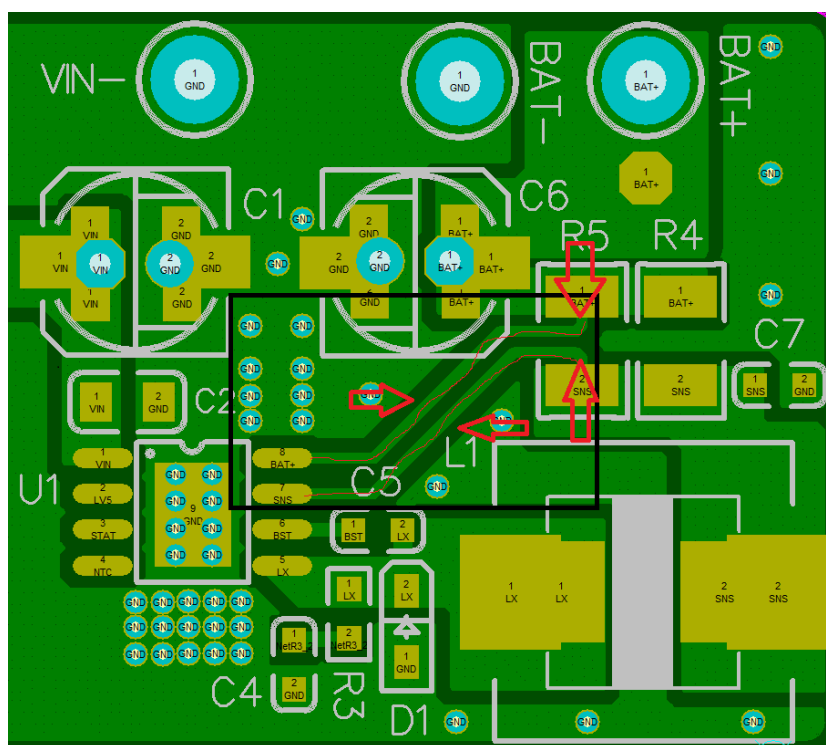

图 4
3、芯片的第 5 脚是输出大电流，需要加粗走线，第 7 和 8 脚是取样功能，不需要经过大电流，所以不需要加粗走线。但是需要采用凯尔文式布线，分别单点接到恒流设置电阻 R4 或 R5 两端的焊盘。如下图 4 所示：